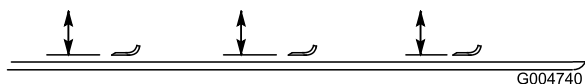

Figure 85
2. Tournez la lame dans le sens longitudinal et mesurez la distance entre l'intérieur du plateau de coupe et le tranchant à l'avant de la lame (Figure 85).